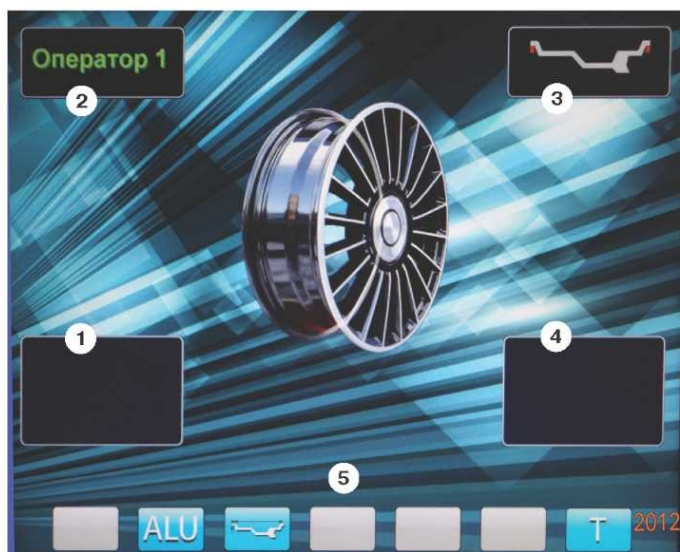
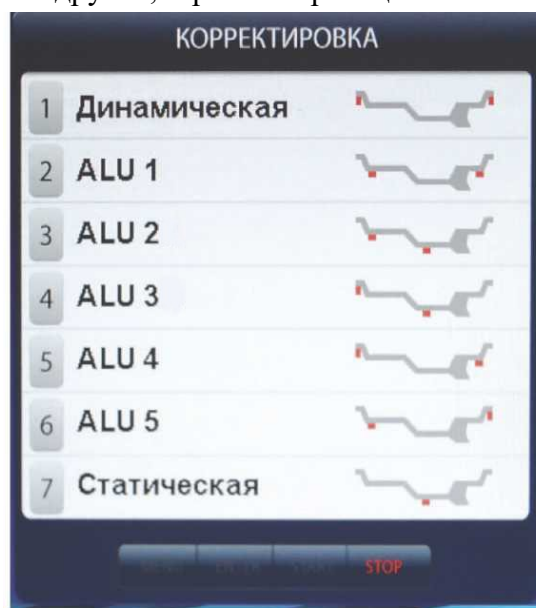

рис.8.2.
рис.11.3.
8.3. После включения питания СБ на экране монитора отображается фирменная заставка, которая через несколько секунд сменяется отображением экрана основного рабочего режима (рис. 8.2).
Для выбора схем расположения грузов в программах ALU1-ALU5 необходимо, находясь в режиме основного рабочего экрана, нажать кнопку «ALU», при этом открывается окно схем установки грузов, отмеченных номерами рис.11.3. Если после введения размеров колеса установился экран ввода геометрических параметров, необходимо перейти в экран основного рабочего режима нажатием кнопки «STOP». Для выбора нужной схемы нажмите кнопку верхнего ряда клавиатуры с соответствующим номером. Выбранная схема установки грузов отображается в окне 3 экрана основного рабочего режима (рис. 8.2).
12.2. При включении СБ программа измерения дисбаланса настраивается таким образом, что дисбаланс менее 8 г (заводская установка) на любой плоскости коррекции не показывается, в этом случае в окнах 1 и 4 (рис. 8.2) высвечиваются «ОК». Минимальный дисбаланс отображающийся в окнах 1 и 4 равен 8 г. Дисбаланс, превышающий 8г, округляется до величины кратной 5, т. е. дисбаланс 9, 10, 11 и 12 г отображается цифрой 10, дисбаланс 13, 14, 15, 16 и 17 г - цифрой 15 и т. д. Для просмотра неокругленного значения дисбаланса или дисбаланса менее 8г. необходимо нажать кнопку «<», при этом в окнах 1 и 4 на 2-3 сек высвечиваются фактические значения дисбаланса, определенные в данном запуске.
12.3.3. Для проверки результатов балансировки снова запустите СБ. Если колесо отбалансировано правильно, на индикаторах 1 и 4 (рис. 8.2.) отображаются символы «ОК».